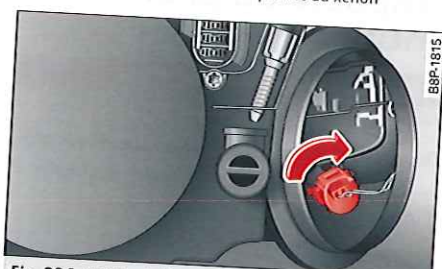

Fig. 226 Boîtier de l'ampoule : serrage de la douille de l'ampoule
- ▶ Remettez l'ampoule en place dans le boîtier du phare *⇒ fig. 226 ⇒ ⚠ au chapitre Remplacement des ampoules à la page 216.* Tournez la fiche de l'ampoule dans la douille légèrement vers la gauche et vers la droite jusqu'à ce qu'elle s'enclenche.